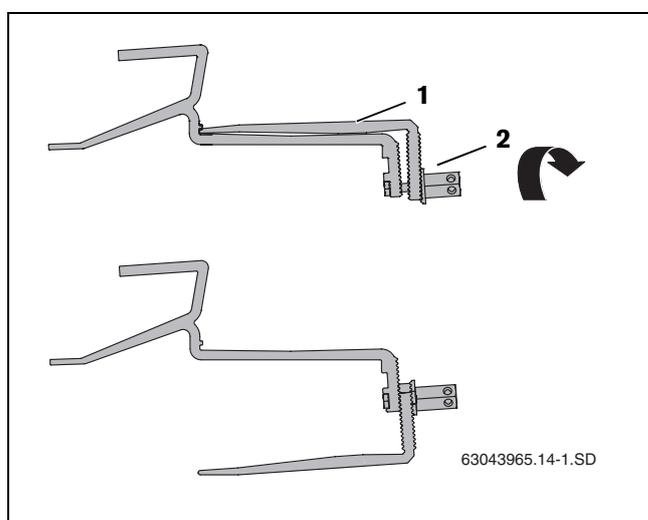

Fig. 11 Ruotare la parte inferiore del gancio da tetto
- ▶ Allentare la vite a testa esagonale lunga (fig. 11, [2]) del gancio da tetto e portare la parte inferiore del gancio da tetto (fig. 11, [1]) nella giusta posizione.